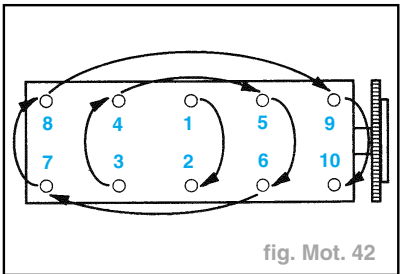

fig. Mot. 42
- Serrer les vis de culasse dans l'ordre indiqué (fig. Mot. 42).